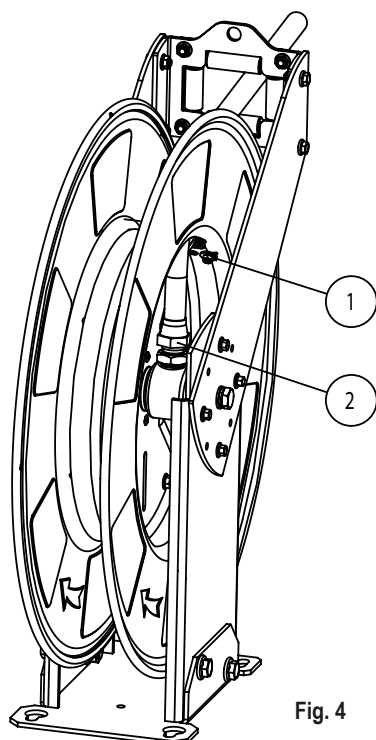

Fig. 4
2. Connect the new hose to the swivel (2) (fig. 4) making sure the hose is placed on the plastic piece, and then hold the hose firmly to the spool using the P-clip. It is not recommended to exert high force on the swivel, for this reason the hose must remain relaxed between the P-clip and the swivel, showing a gradual curve.
2. Koppla slangen mot sviveln (2) (fig. 4) och se till att den vilar mot slangstödet (1) och spänn fast slangen mot trumman med den U-formade fästbygeln. För att minska kraften mot sviveln, se till att slangen går i en naturlig böj mellan bygeln och sviveln innan den dras fast.
2. Conecte la nueva manguera a la rótula (2) (fig. 4) asegurándose de que se apoya sobre la pieza plástica, y coloque la brida isofónica (1) de tal modo que sujete la manguera contra el tambor firmemente. No es recomendable ejercer un elevado esfuerzo sobre la rótula, por lo que se recomienda que la manguera, en su zona entre la brida y la rótula, no esté tensionada, presentando una suave curvatura hasta conectar con la rótula.
2. Remove the P-clip (1) (fig. 4), and disconnect the hose from the swivel (2) (fig. 4).
4. Connect the new hose to the swivel (2) (fig. 4) making sure the hose is placed on the plastic piece, and then hold the hose firmly to the spool using the P-Clip. It is not recommended to exert high force on the swivel, for this reason the hose must remain relaxed between the P-clip and the swivel, showing a gradual curve.
2. Demontera fästbygeln (1) (fig. 4) och koppla bort slangen från sviveln (2) (fig. 4).
4. Koppla på den nya slangen mot sviveln (2) (fig. 4), lägg slangen över slangstödet (1) och sätt fast slangen mot trumman med fästbygeln. För att minska kraften mot sviveln, se till att slangen går i en naturlig böj mellan bygeln och sviveln innan den dras fast.
2. Retire la brida isofónica (1) (fig. 4), y desconecte la manguera de la rótula (2) (fig. 4)
4. Conecte la nueva manguera a la rótula (2) (fig. 4) asegurándose de que se apoya sobre la pieza plástica, y coloque la brida isofónica (1) de tal modo que sujete la manguera contra el tambor firmemente. No es recomendable